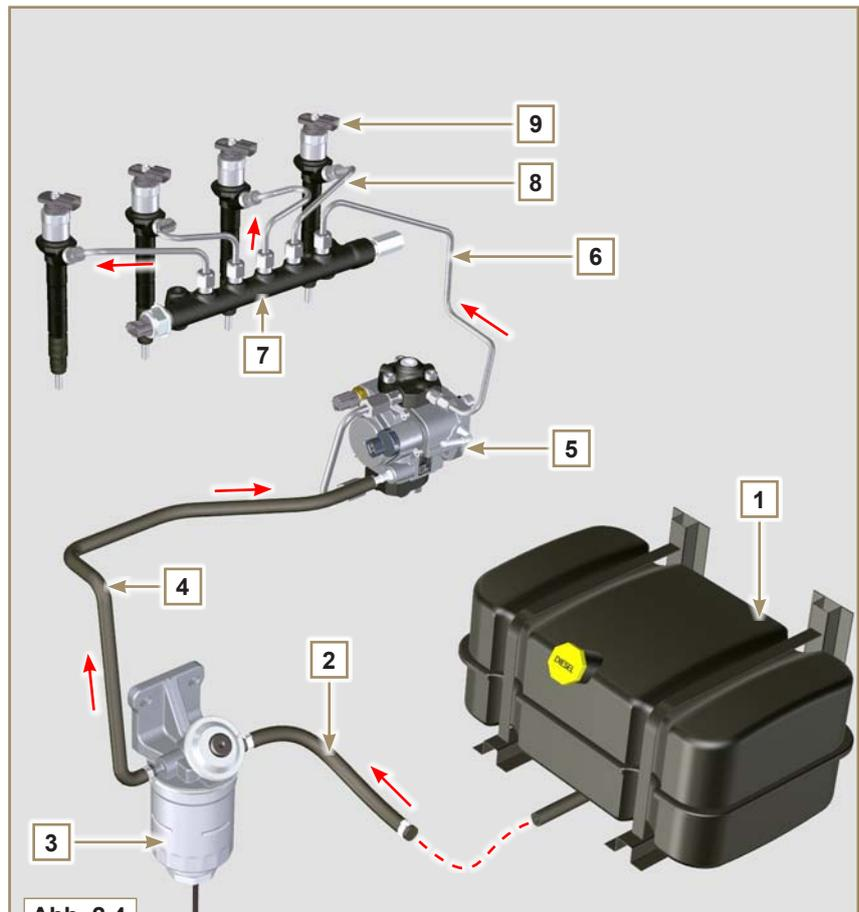

Abb. 2.4
**2.9.1 Einspritzkreislauf (Druck 2000 bar) (Abb. 2.4)**